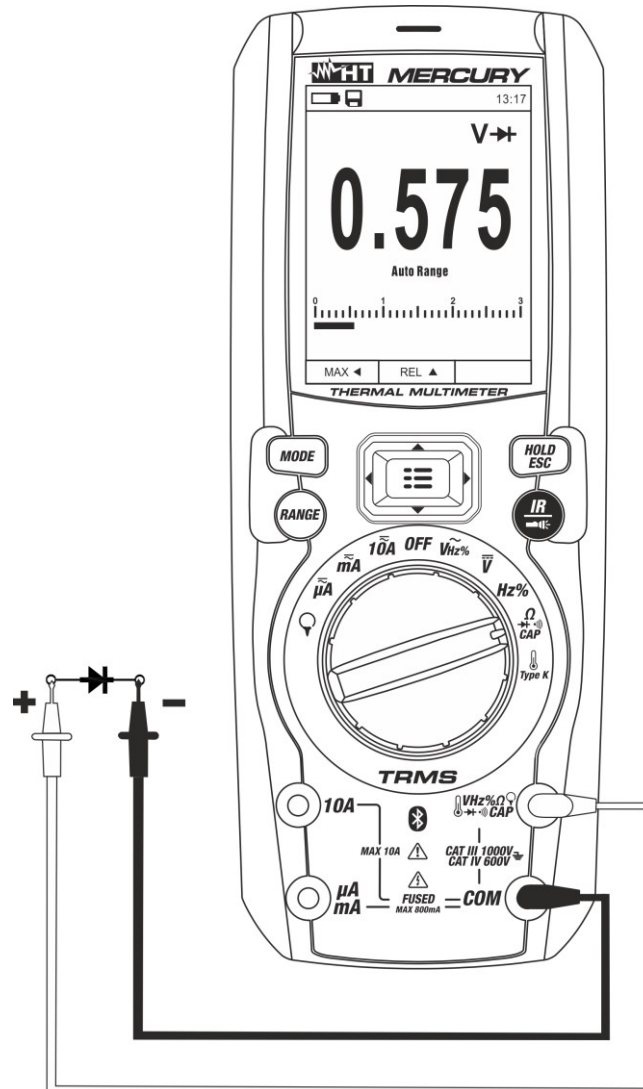

Abb. 25: Verwendung des Gerätes für Diodenprüfung
4. Verbinden Sie die Messleitungen mit den jeweiligen Enden der zu messenden Diode (siehe Abb. 25) und achten Sie dabei auf die angegebene Polarität.. Der Wert der direkt polarisierten Schwellenspannung wird im Display angezeigt.
6. Wenn das Gerät die Meldung "**OL**" anzeigt, sind die Anschlüsse der Diode vertauscht (siehe Abb. 25) oder die P-N Verbindung ist defekt.